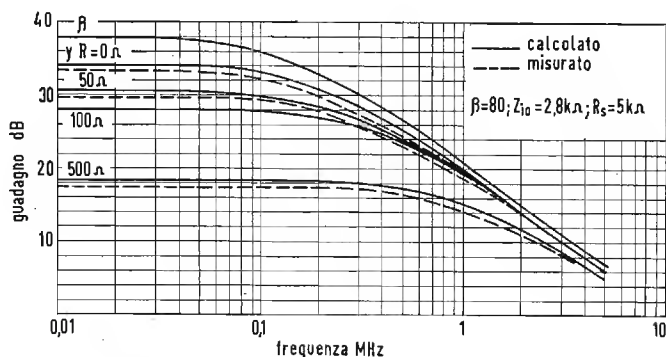

Fig. 13 - Guadagno in funzione della frequenza calcolato e misurato con controreazione di corrente.
Le medesime curve sono state calcolate usando le formule (5) e (41). La fig. 13 mostra i due gruppi di curve, che non differiscono fra di loro di più di un dB.